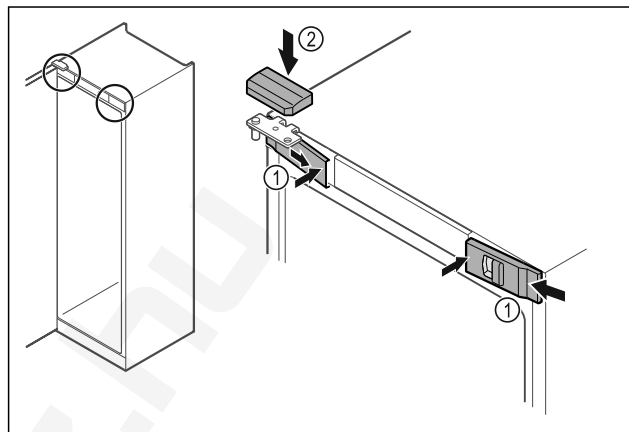

Fig. 33
- Akassza be oldalt az előlő burkolatokat Fig. 33 (1), és belül pattintsa be.
- Felülről pattintsa be a felső burkolatot Fig. 33 (2).